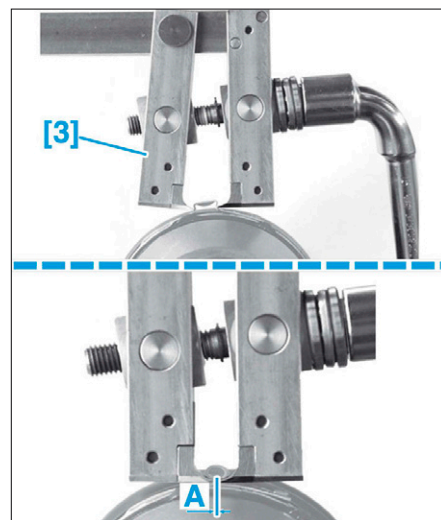

FIG. 17
- Positionner correctement le collier et le serrer à l'aide de l'outil [2] ou [3] (Fig.17).